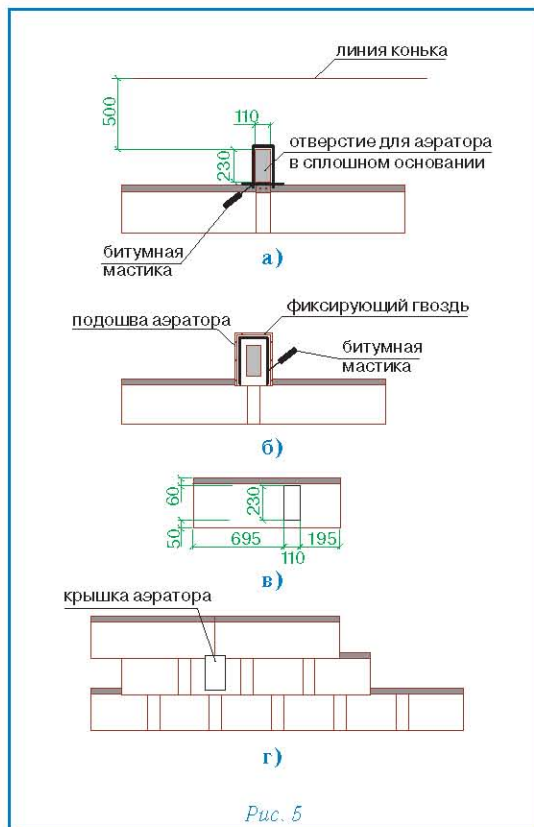

Рис. 5
Установка аэратора (рис. 5)
- В сплошном основании кровли прорезается отверстие 11 x 23 см, расположенное согласно рис. 5а;
- корпус аэратора устанавливается поверх отверстия и фиксируется гвоздями из нержавеющей стали; по верхней и боковым сторонам подошвы корпуса также наносится битумная мастика (рис. 5б);
- далее укладывается очередной ряд черепицы; подошва аэратора при этом закрывается листом ПРЕСТИЖ КОМПАКТ МИНИ с заранее прорезанным в нем отверстием (рис. 5в);
- на корпус аэратора устанавливается крышка, которая фиксируется нажатием (до щелчка) (рис. 5г).